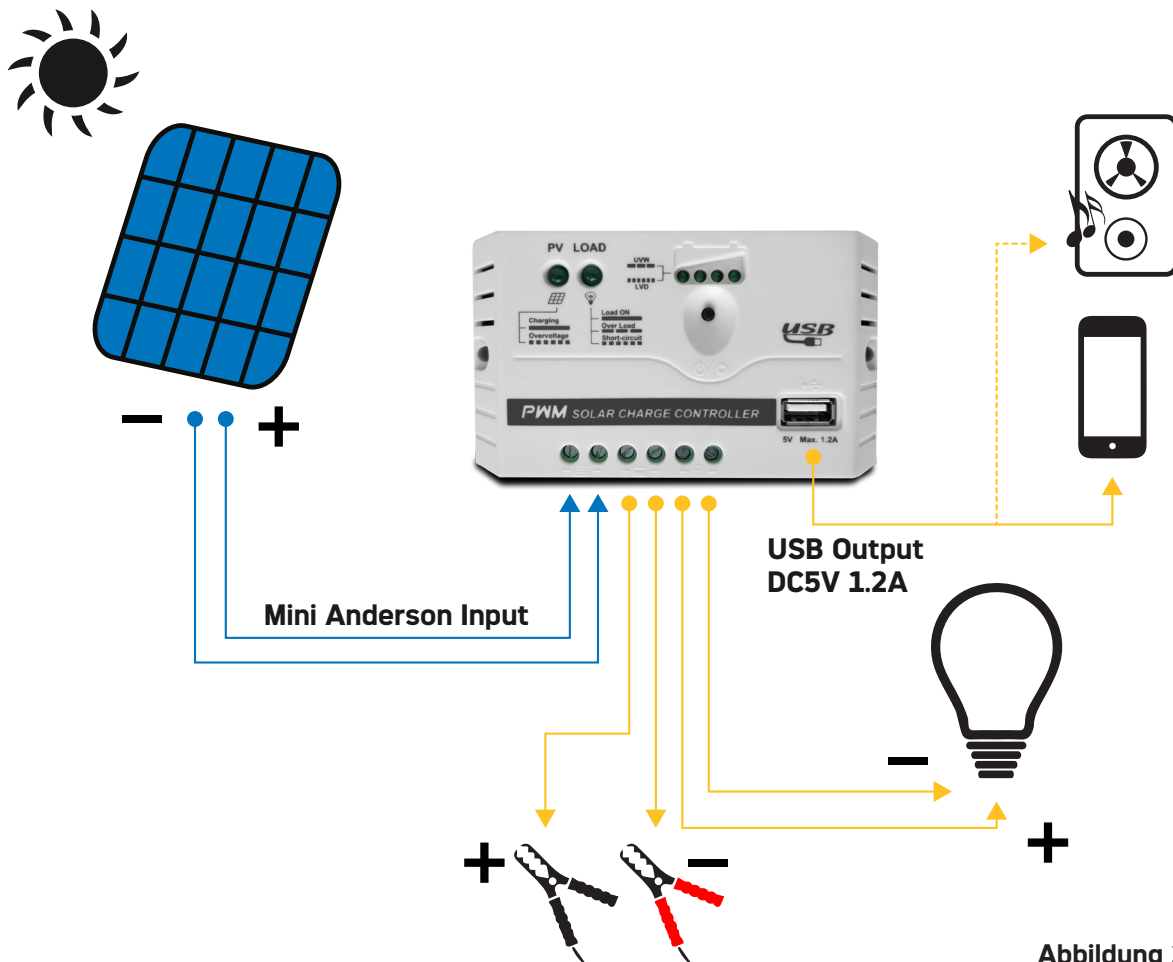

Abbildung 2
❶ PV-Terminals	❹ Taste zur Einstellung des Verbrauchers und zur Einstellung des Batterietyps
❷ Batteriterminals	❺ Batteriestatus LED Indikator
❸ Ladeterminals	❻ LED Anzeige: Verbraucherstatus
❹ USB-Ausgangsschnittstelle	❼ LED Anzeige: PV- oder Ladestatus
❺ Befestigungsloch $\varnothing 4.5\text{mm}$
Schließen Sie das System in der Reihenfolge ❶ Batterie → ❷ Verbraucher → ❸ PV an und trennen Sie das System in umgekehrter Reihenfolge ❸ ❷ ❶ (siehe Abbildung 2).